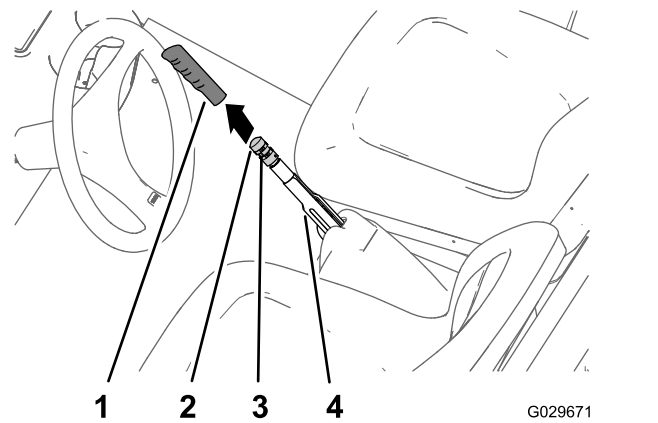

Bild 65
1. Nehmen Sie den Griff vom Feststellbremshebel ab (Bild 65).
2. Lösen Sie die Stellschraube, mit der das Feststellbremshandrad am Feststellbremshebel befestigt ist (Bild 65).
3. Drehen Sie das Einstellhandrad für die Bremse, bis eine Kraft von 133 bis 156 N erforderlich ist, um den Feststellbremshebel zu betätigen (Bild 65).
4. Ziehen Sie die Stellschraube fest und befestigen den Handgriff (Bild 65).
2. Lösen Sie die Stellschraube (Bild 65), mit der das Bremseinstellhandrad am Feststellbremshebel befestigt ist, lösen Sie die Feststellbremse und das Bremseinstellhandrad.
5. Drehen Sie das Einstellhandrad für die Bremse (Bild 65), bis eine Kraft von 133 bis 156 N erforderlich ist, um den Feststellbremshebel zu aktivieren.
- C. Drehen Sie das Einstellhandrad für die Bremse (Bild 65), bis eine Kraft von 133 bis 156 N erforderlich ist, um den Feststellbremshebel zu aktivieren.
- Ziehen Sie die Stellschraube fest und befestigen den Handgriff (Bild 65).